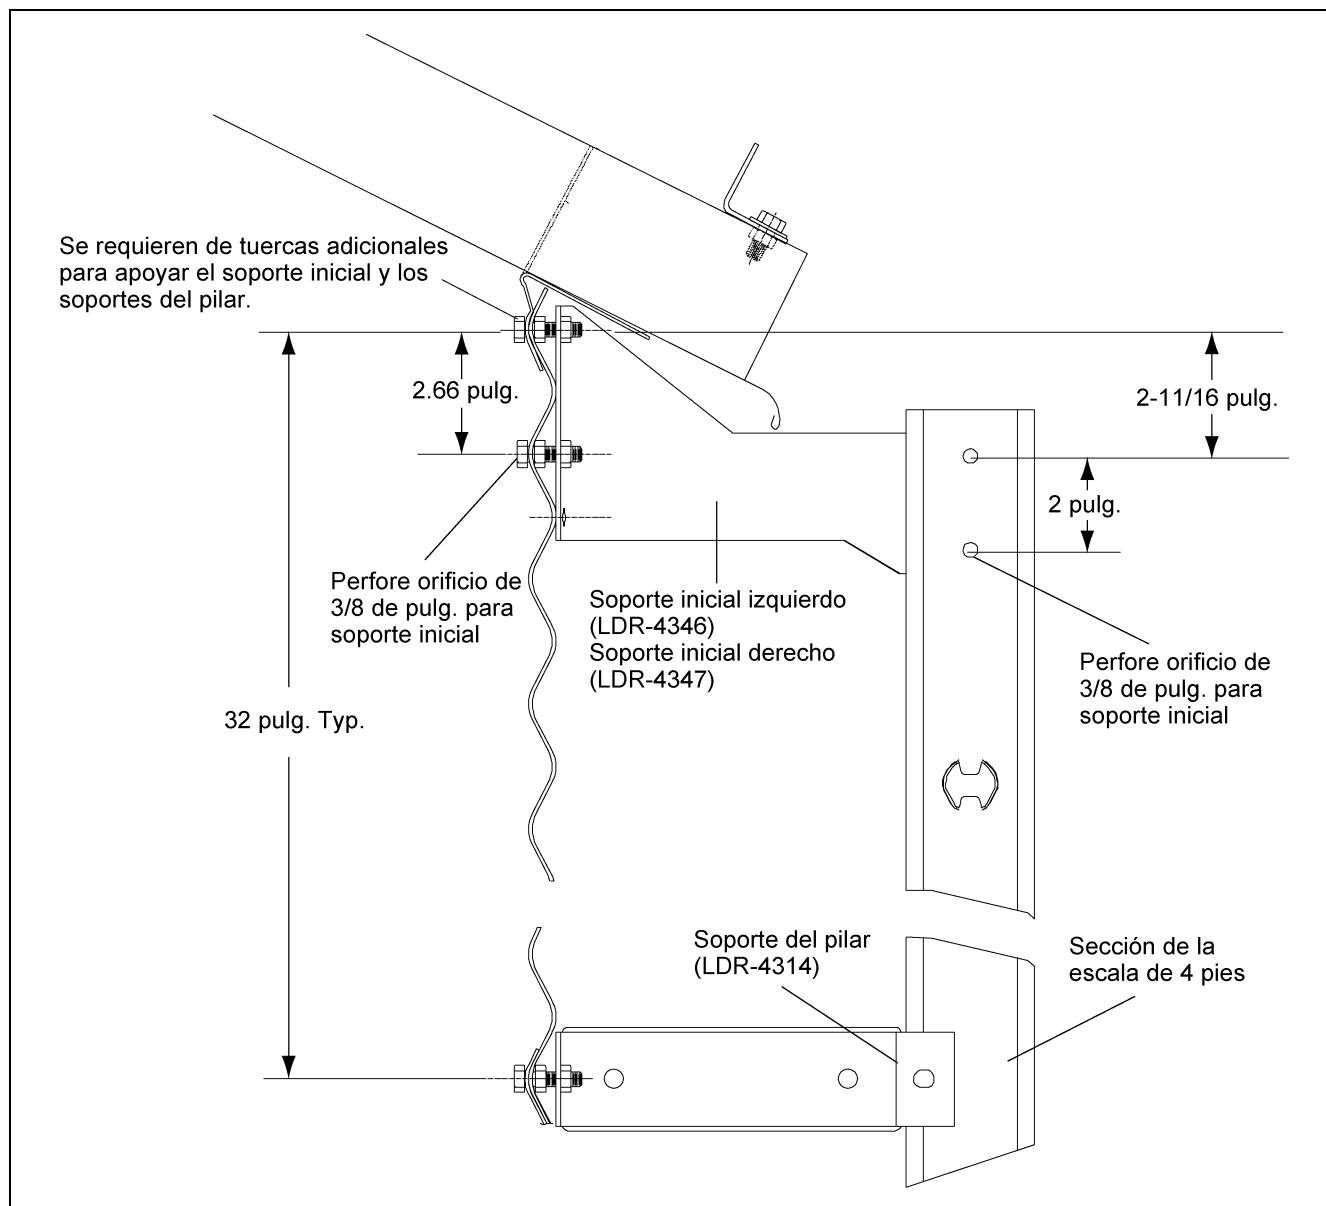
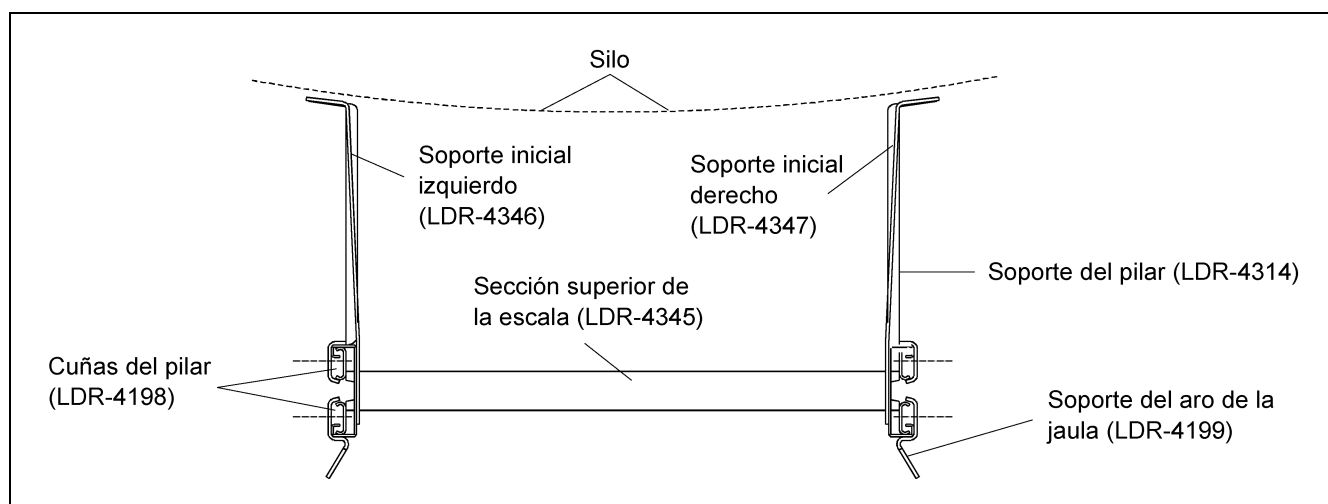

Figura 6D
Figura 6F Escalera Y Soporte Vistos Desde La Parte Superior Del Silo
Una vez que los dos (2) orificios de 3/8 pulg. se hayan perforado en el campo, una los soportes iniciales a la pared lateral como se muestra en la Figura 6D. Verifique la sección superior de la escala para cerciorarse de que los hoyuelos del peldaño de la escala estén a la tapa. Vea Figura 6F en la Página 44 y la Figura 4B en la Página 14 para la instalación adecuada de las secciones de la escala adicionales que se requieran. Los soportes del pilar se deben instalar en las secciones de la escala y se deben unir a la pared lateral en cada junta horizontal (horizontal seam) y se deben repetir cada 32 pulgadas. Utilice pernos para silo de 5/16 pulg. x 1 pulg. para todas las conexiones. Es necesario, también, perforar en el campo un orificio de 3/8 de pulg. en la sección de la escala para cada soporte inicial (derecho e izquierdo).
NOTA: *Refiérase a la Figura 6D la Página 43 para la ubicación correcta de los soportes iniciales de la escalera.*